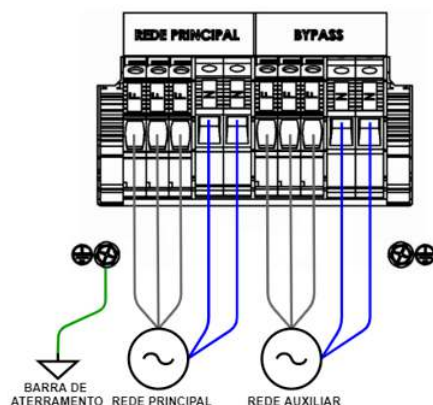

Figura 5.4: Conexão de entrada - Nobreak 220 V principal e reserva
- Com uma chave de fenda apropriada para bornes, conectar os cabos oriundos do quadro de alimentação da Rede Principal aos bornes F e N do conjunto REDE PRINCIPAL, conforme sugerido na Figura 5.4. Observar a recomendação da Tabela 5.1 para cada produto, considerando a bitola apropriada para os cabos, bem como a quantidade de condutores em paralelo;
- Em seguida, conectar os cabos oriundos da REDE AUXILIAR aos bornes F e N do conjunto Bypass, conforme sugerido na Figura 5.4, sempre observando a recomendação da Tabela 5.1;